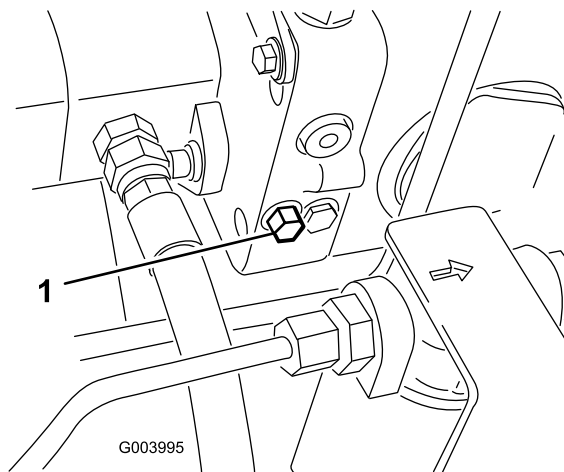

図 56
1. ハイドロスタットの左側にあるバイパスバルブを探し出す 図 56。